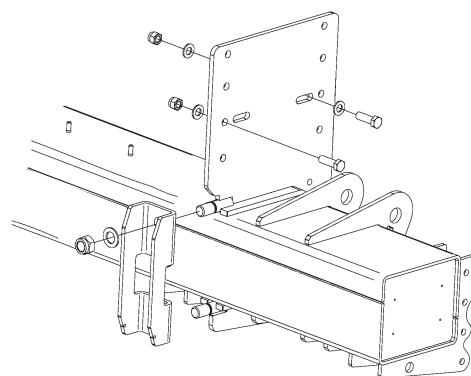

Abbildung 18. Montieren Sie das U-Profil mit den dazugehörigen Unterlegscheiben und Muttern
9. Montieren Sie das U-Profil mit den dazugehörigen Unterlegscheiben und Muttern, ohne diese anzuziehen. Schrauben Sie die Muttern abwechselnd an, bis das U-Profil direkt an der Aufhängung anliegt, siehe "Abbildung 18. Montieren Sie das U-Profil mit den dazugehörigen Unterlegscheiben und Muttern" auf Seite 17.